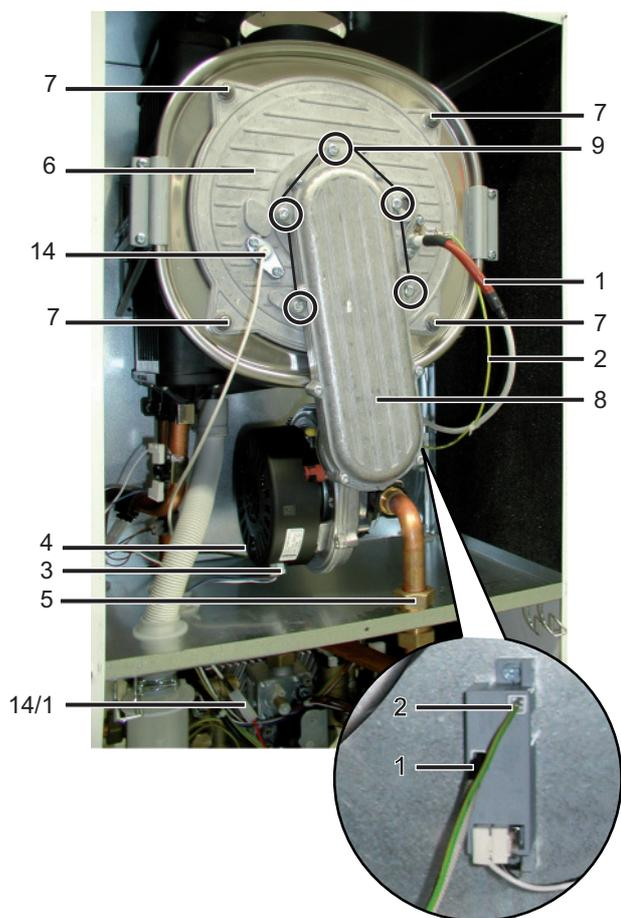
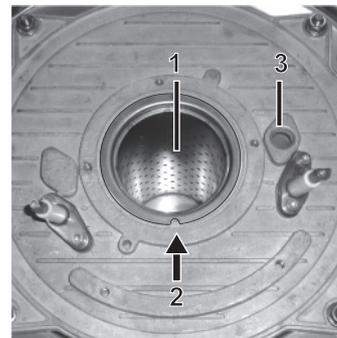

Figura 7-6 Smontaggio del bruciatore
Figura 7-7 Vetrospia + posizione di montaggio tubo di fiamma
- Scollegare il tubo di collegamento degli elettrodi di ionizzazione (figura 7-6, pos. 14) dalla spina (figura 7-6, pos. 14/1) e tirare nella camera superiore della caldaia.
- Staccare il cavo di accensione (figura 7-6, pos. 1) sul trasformatore di accensione.
- Staccare la messa a terra (figura 7-6, pos. 2) sul trasformatore di accensione.
- Staccare la spina del controllo ventilatore (figura 7-6, pos. 3) e la spina di rete della ventola (figura 7-6, pos. 4).
- Svitare l'alimentazione superiore del gas al bruciatore (figura 7-6, pos. 5).
- Allentare i 4 dadi (figura 7-6, pos. 7).
- Togliere la flangia del bruciatore (figura 7-6, pos. 6) e il bruciatore sollevandoli dalla camera di combustione.
Se l'inserto del tubo fiamma (figura 7-7, pos. 1) è danneggiato, sostituirlo. A tal scopo occorre smontare il canale della flangia del bruciatore (figura 7-6, pos. 8) (5 viti, figura 7-6, pos. 9).